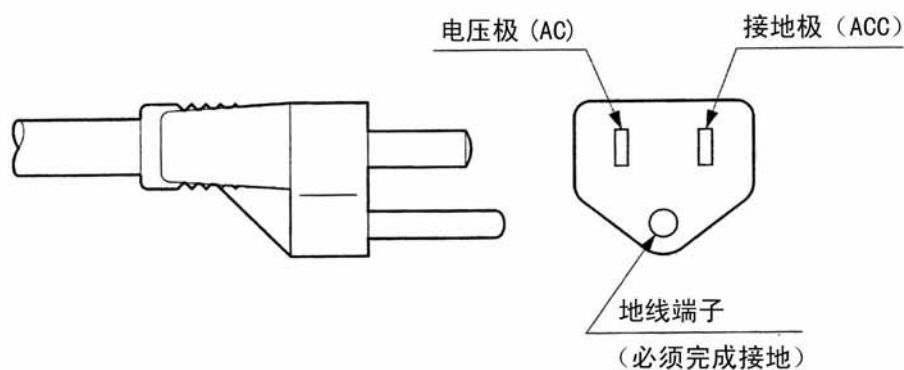

图 6.5 电源插销
仪器附属的电源线是包括地线在内的 3 线电缆, 前端有 2P (附地线) 插销。电源插座没有地线时, 使用附件 2P (无地线) 适配件。这时须将向外部引出的地线端子接地。本仪器的电源插销的电压极 (AC) 和接地极 (ACC) 如图 6.5 所示配置。在使用的电源插座上应与此相符地进行连接。